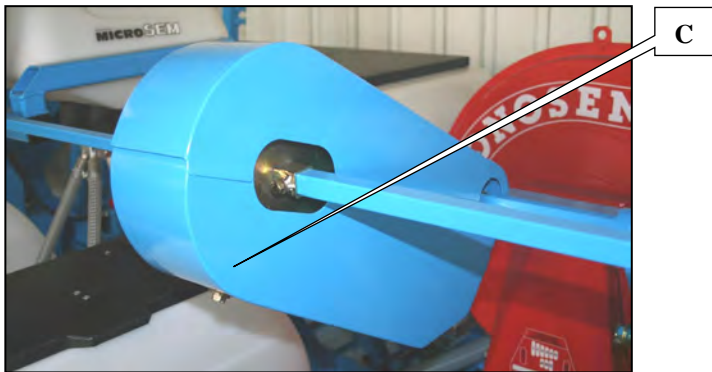

Fig. 2
- 2 - Die Kettenposition auf dem doppelverzahnten Zahnrad (Abb.2) ändern